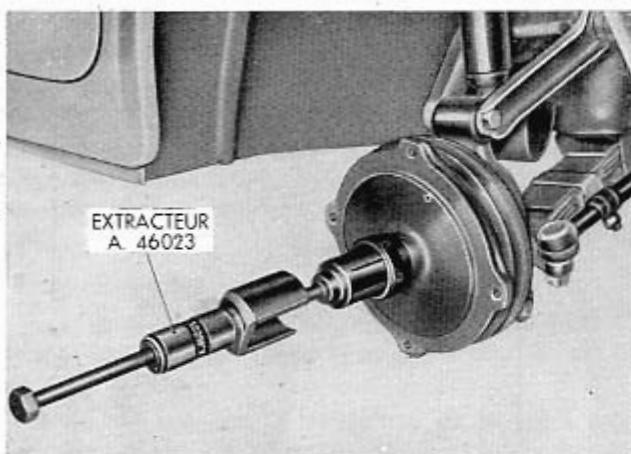
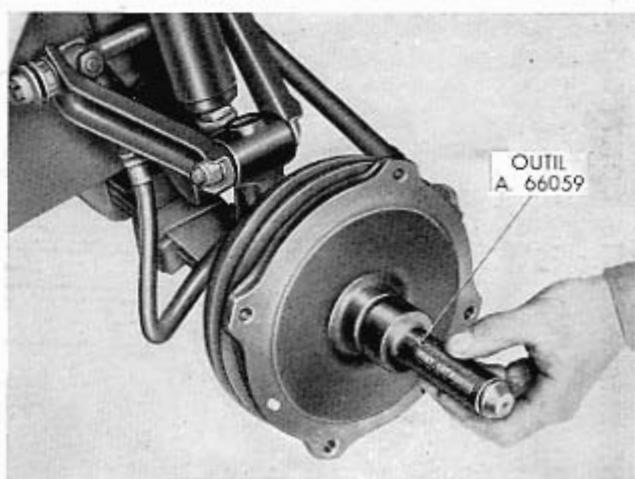

Fig. 229 - Extraction du chapeau du moyeu de roue AV droite, au moyen de l'extracteur à percussion A. 46023.
Fig. 231 - Montage du chapeau de moyeu de roue AV droite, à l'aide de l'outil A. 66059.
Le démontage des chapeaux de moyeux des roues, est obtenu avec l'extracteur à percussion A. 46023 (fig. 229), tandis que pour leur montage il faut utiliser l'outil A. 66059 (fig. 231).
- le chapeau de moyeu à l'aide de l'outil A. 66059 (fig. 231), comme déjà dit;